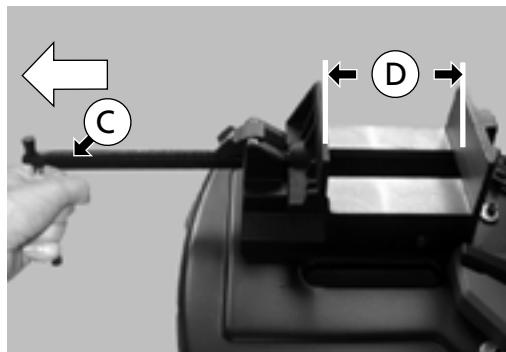

Fig. 16
2. Retire la manivela (C) - (Fig. 16) - en el sentido de la flecha para colocar la pieza a cortar en la abertura (D) - (Fig. 16).